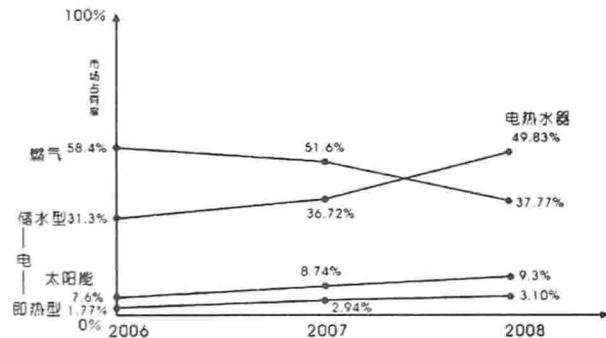

图1-1 各类热水器的市场占有分析图表
□ 热水器产品市场占有率的变化：由于能源价格不断攀升，燃气热水器的竞争优势逐渐丧失，“气弱电强”已成定局，整个电热水器品类的市场机会增大！数据显示，近两年来即热式电热水器行业的年增长率超过100%，可称得上是家电行业增长最快的产品之一。2006年国内即热式电热水器的市场销售总量已达60万台。预计未来3~5年内，即热式电热水器将继续保持50%以上的高速增长率。如图1-1所示为即热型热水器和传统电热水器、燃气热水器、太阳能热水器的市场占有分析图表。